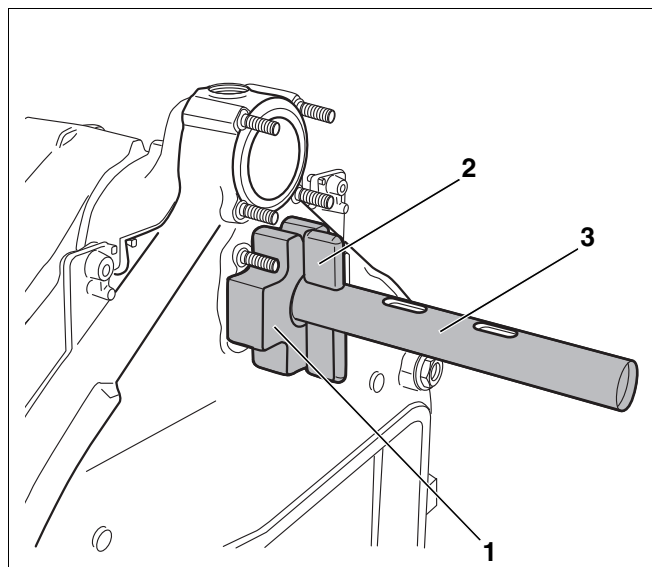

Fig. 15 Outil de serrage sur l'élément arrière
- ▶ Sur la partie arrière de la chaudière, glisser la bride supplémentaire (fig. 15, [1]) sur les deux barres de traction (fig. 15, [3]) et fixer avec une clavette (fig. 15, [2]) ou une goupille cylindrique (outil 2.2).